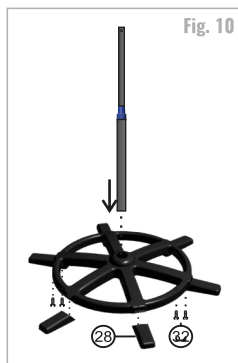

Fig. 10
Encaixe os pés (28) na base. Após, fixe-os com os parafusos (32) Fig 10. Encaixe a coluna na base.